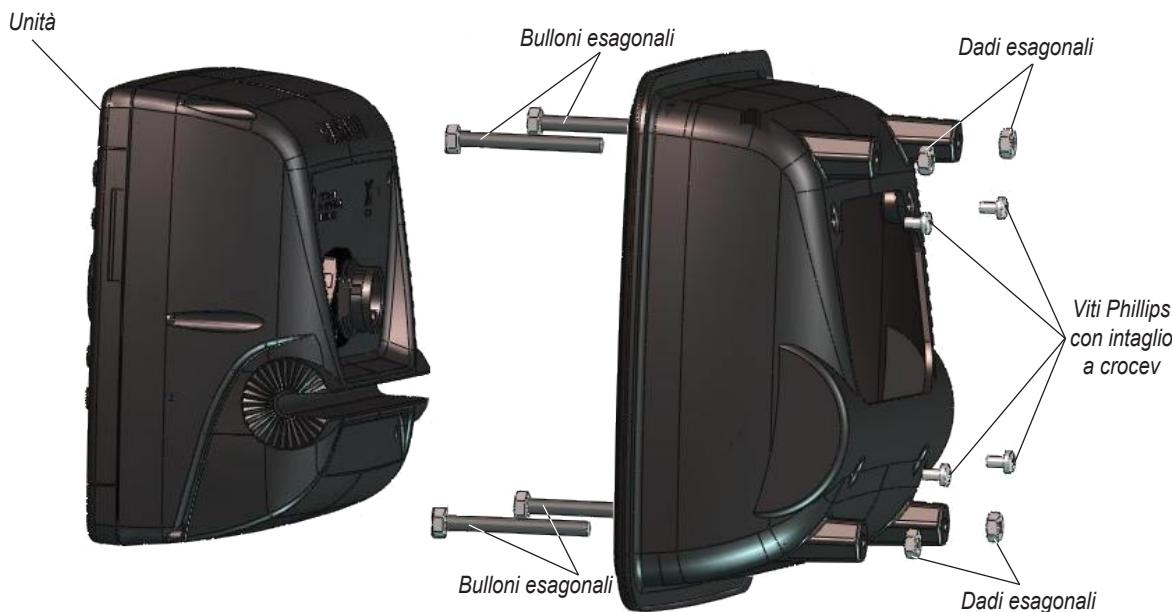

Figura 1
2. Assemblare i componenti per il montaggio a incasso (vedere la Figura 1):
- Inserire i (4) bulloni esagonali nell'alloggiamento dell'unità in modo che fuoriescano sul lato posteriore.
- Utilizzare i (4) dadi esagonali per fissare i bulloni all'alloggiamento. Mediante la chiave inglese da 7 mm (9/32"), serrare i dadi senza stringerli eccessivamente.
- Mediante le (4) viti Phillips con intaglio a croce, fissare l'unità all'alloggiamento.